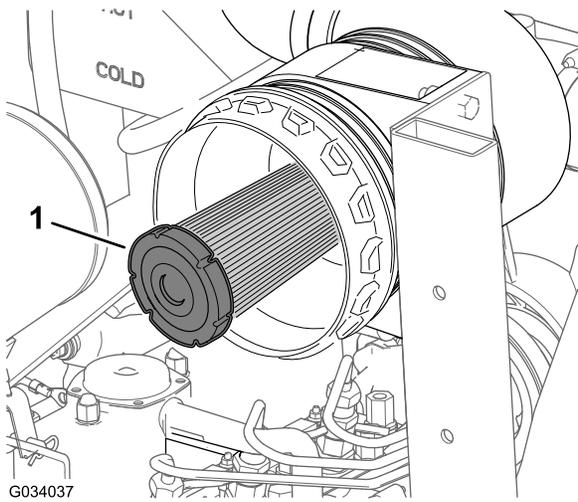

Рисунок 44
2. Проверьте контрольный фильтр воздухоочистителя на отсутствие пыли и загрязнений (Рисунок 44).
**Внимание:** Никогда не пытайтесь очистить контрольный фильтр (Рисунок 44). Заменяйте контрольный фильтр после каждых трех обслуживаний фильтра грубой очистки.